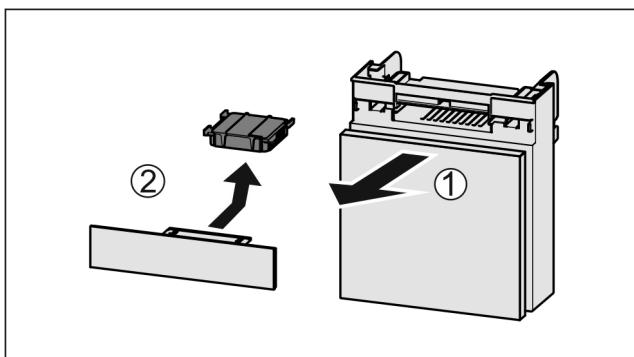

Fig. 82
- Потягніть Fig. 82 (1) відділення вперед.
- Витягнути Fig. 82 (2) фільтр з активованого вугілля.